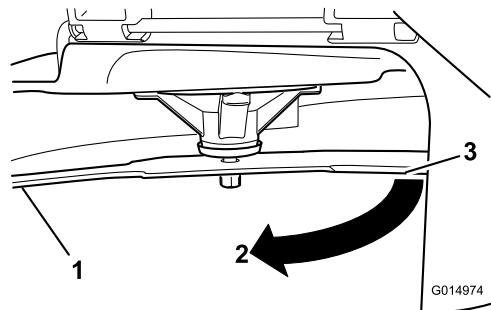

Figure 113
4. Tournez la même lame de 180 degrés pour amener l'autre tranchant à la même position (Figure 113).